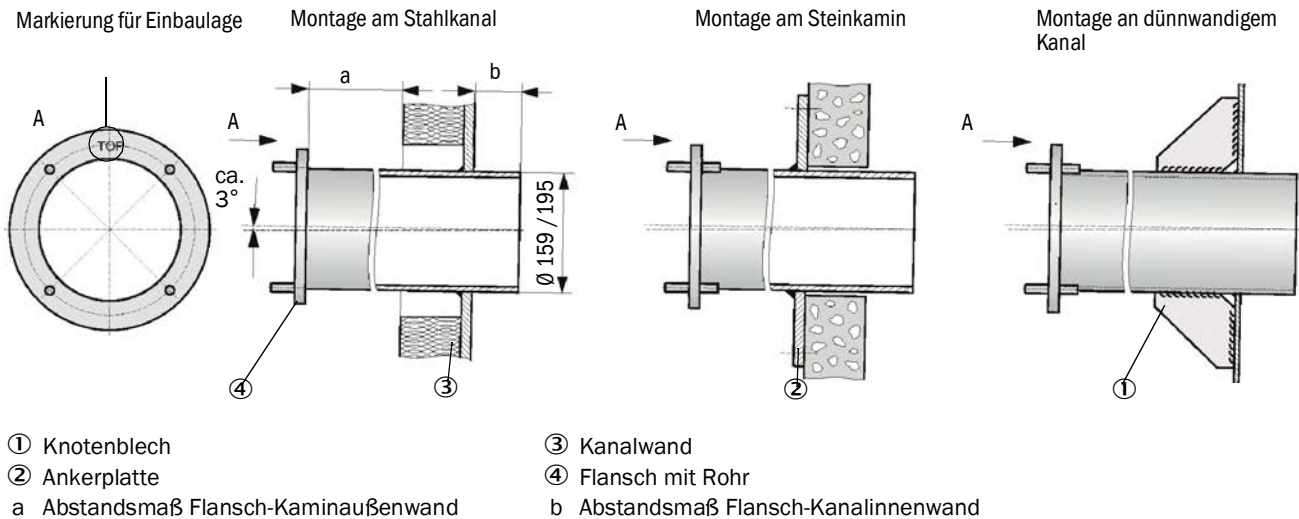

Abb. 10: Einbau des Flansches mit Rohr
- 5 Flansch mit Rohr anschweißen, bei Stein- oder Betonkaminen an Ankerplatte, bei dünnwandigen Kanälen Knotenbleche einsetzen (siehe Abbildung 10).